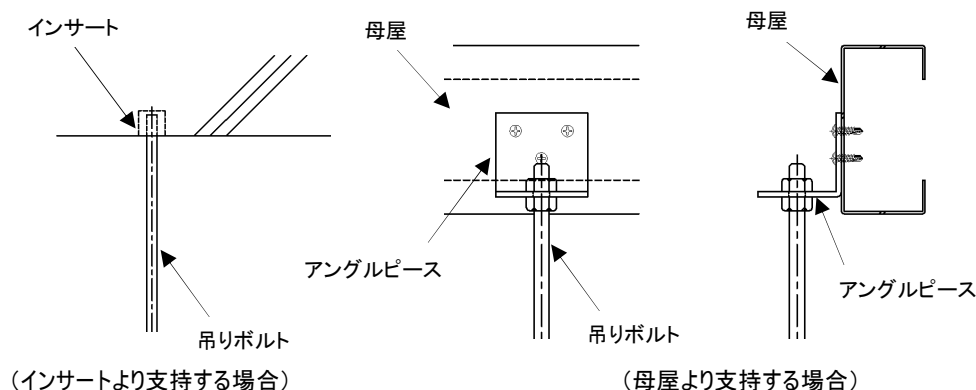

図 1-1 吊りボルトの取付け
- ・母屋から支持する場合は、アングルピースをφ4ビス(3本)で取付け吊りボルトを吊り下げる。(図1-1参照)